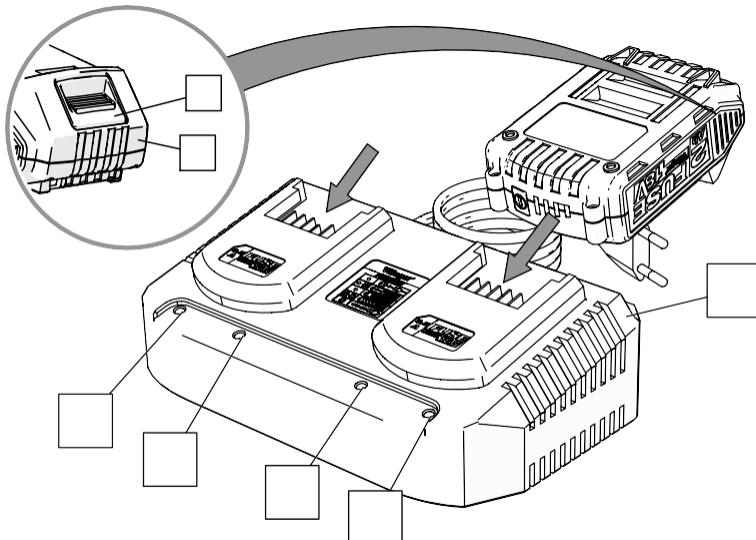

Figura 1
### ÎNCĂRCAREA SETULUI DE BATERII Figura 1
- Apăsați butonul de eliberare a bateriei (B) - și trageți ușor set de baterie (Figura 1).
- Conectați încărcătorul bateriei (4) - la o priză de alimentare de 230V / AC (current alternativ AC).
- LED-ul roșu - (1) se va aprinde pentru a indica că încărcătorul are energie electrică.
- După câteva secunde de întârziere, se aprinde și unul din LED-urile verzi (2) (de pe partea bateriei) - pentru a indica faptul că încărcarea a început și va continua în timpul încărcării.